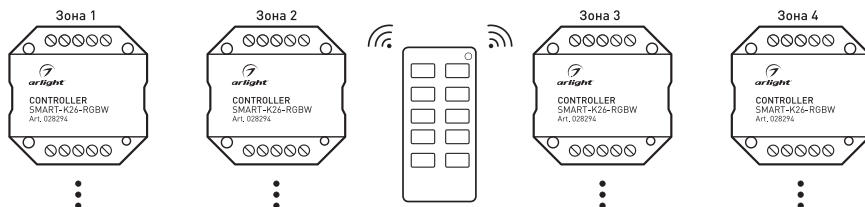

Рисунок 4. Вариант построения системы с 4-зонным пультом дистанционного управления
- 3.10. При использовании многозонных пультов ДУ или панелей можно построить разветвленную систему управления (рисунок 4).